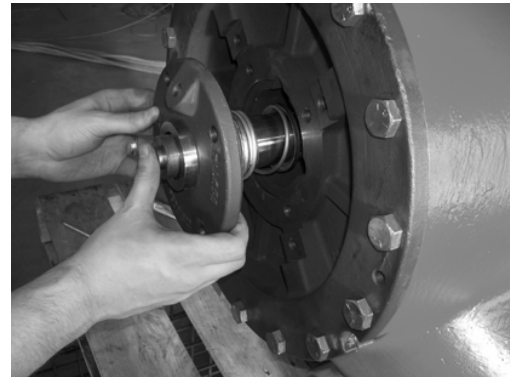

图 45：安装填料函盖组装体
6. 将填料函盖衬垫安装到填料函盖。为使衬垫就位，可能要用到润滑脂。将整个组装体滑到轮轴上，直到轴套落至其定位轴肩（见图 45）。